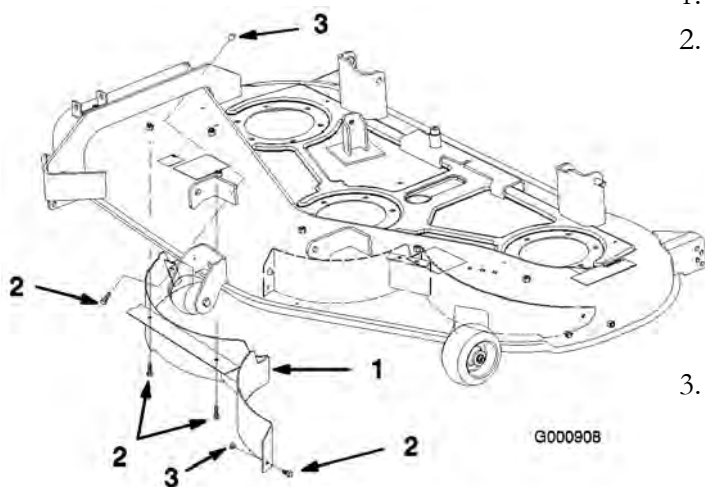

Bild 20
3. Nehmen Sie die Sicherungsmutter oben und in der Mitte des rechten Ablenkblechs ab (Bild 20).
4. Lassen Sie das Ablenkblech ab und ziehen Sie es aus der Auswurföffnung (Bild 20).
- Setzen Sie aus Sicherheitsgründen die Schrauben (5/16 x 5/8 Zoll) und Sicherungsmuttern (5/16 Zoll) in die offenen Löcher am Mähwerk ein, die Sie in Schritt 3 entfernt haben (Bild 20).
- Nehmen Sie die Schrauben und Muttern aus den Löchern am Mähwerk, in denen Sie das Ablenkblech am Mähwerk befestigen möchten (Bild 20).
- Schieben Sie das Ablenkblech in die Auswurföffnung (Bild 20).
- Befestigen Sie das Ablenkblech mit den Schrauben und Muttern (Bild 20), die Sie in Schritt 3 abgenommen haben.